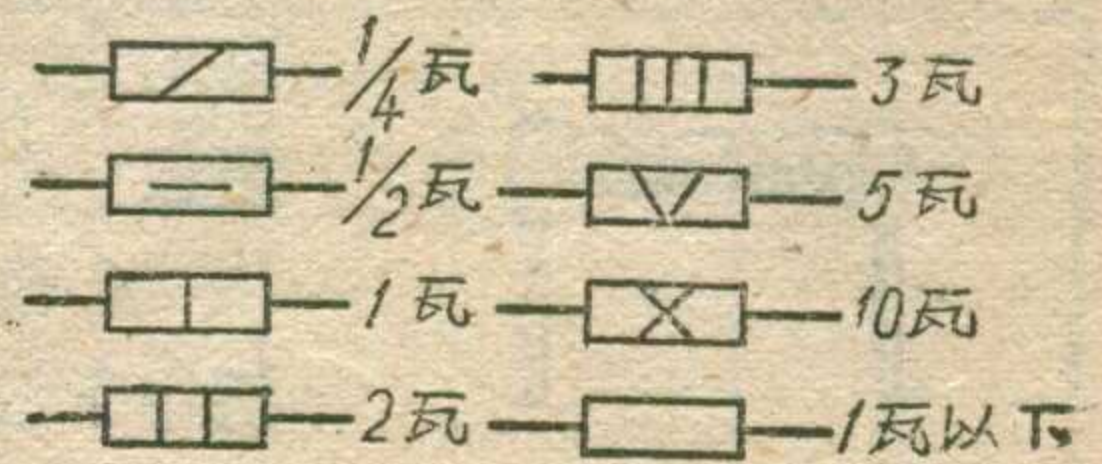

图 8
上述都是一般常有的旋钮。由于各种电视机的结构设计不同，各旋钮在电视机上的位置和控制方法也是不同的。我们举出国产“北京”牌、苏联“红宝石”牌和“纪录”牌几种电视接收机的控制旋钮位置图（见图8, 9, 10），供作参考。
2. 功率的选择 电阻的額定功率标准应当是以能长时间耐受額定功率所产生的热量，而不致过多变化其阻值为标准。但是这种标准很难精确地确定，随环境的温度而有所不同。为了使电阻能經久耐用，应该采用較实际消耗功率大一倍的电阻。例如某一电阻的阻值是 100 千欧，流过的电流是 2 毫安，它的实际消耗功率是 0.4 瓦，这样用 1 瓦的电阻就可以了。电阻功率数值在图上的表示法見图 8。